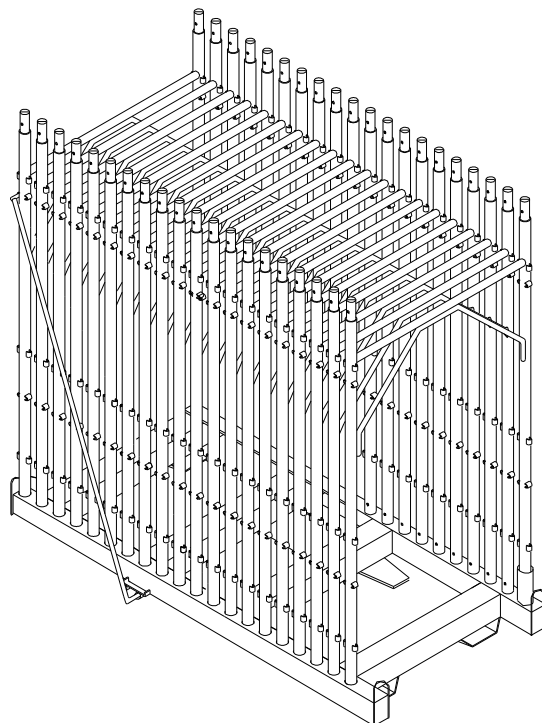

Fig. n. 3
1.6 Ora il contenitore “Portatelai” è completo e contiene n. 38 elementi di produzione standard. (Fig. n. 3) .